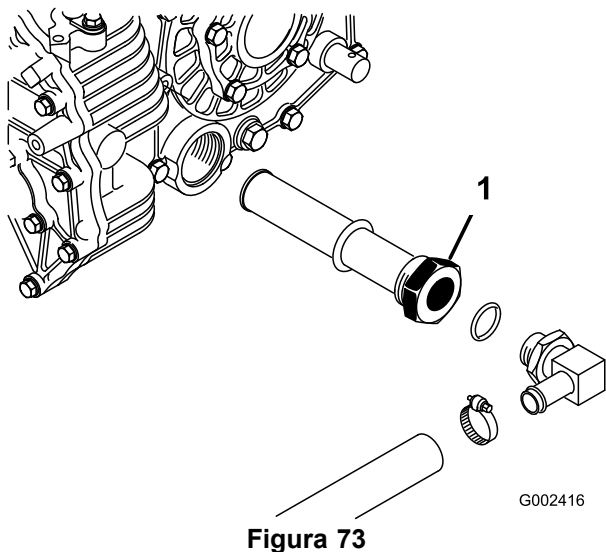

Figura 73
- Annotatevi l'orientamento del flessibile idraulico e del raccordo a  $90^\circ$  collegati al filtro sul fianco del serbatoio (Figura 73).